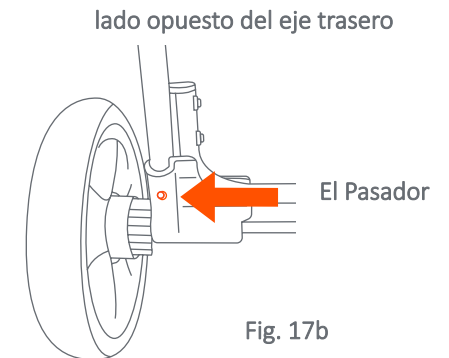

Fig. 17b
**Si se sustituye la rueda trasera:** Presione el pasador de liberación y para desconectar (Fig. 17b). Repite por el otro lado.